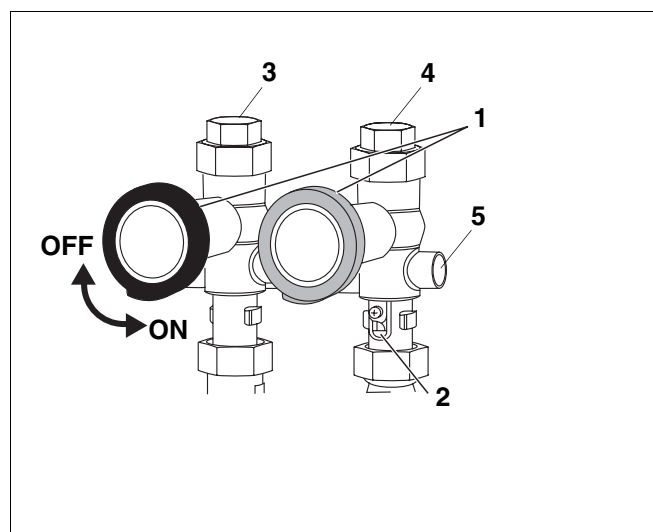

Fig. 1 Mandata e ritorno
Per riempire meglio l'impianto, aprire manualmente la valvola antiritorno della mandata della caldaia. A questo scopo ruotare l'intaglio della valvola antiritorno in posizione verticale (fig. 1, pos. 2). Verificare che i rubinetti a sfera (fig. 1, pos. 1) della mandata (fig. 1, pos. 4) e Ritorno (fig. 1, pos. 3) siano aperti!
Nel set del circuito di riscaldamento dotato di miscelatore (HSM) inserire la sonda di mandata per la regolazione del circuito di riscaldamento nel pozzetto ad immersione (fig. 1, pos. 5).